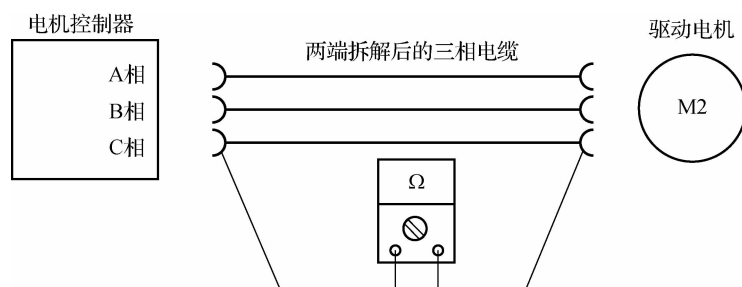

图 2-68 驱动电机三相线缆的检查
(1) 确认点火开关置于 OFF 挡位、动力电池维修开关已拔掉。
(2) 选择绝缘工具,按照规范操作要求,将电机控制器侧与驱动电机侧三相电缆接头拆下,操作时观察导线外皮是否完好、有无破损、是否固定牢固。
(3) 如图 2-68 所示,选择万用表电阻挡或蜂鸣挡,两根表笔分别接触电缆对应的两端,导线两端的阻值应小于 $0.5\ \Omega$ 。